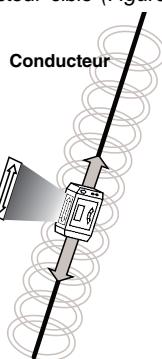

Figure 15 –
1. Positionnez le transmetteur correctement par rapport au conducteur ciblé (Figure 15). En tête du transmetteur se trouve une flèche. Posez le transmetteur au sol et orientez la flèche dans l'alignement du conducteur ciblé.